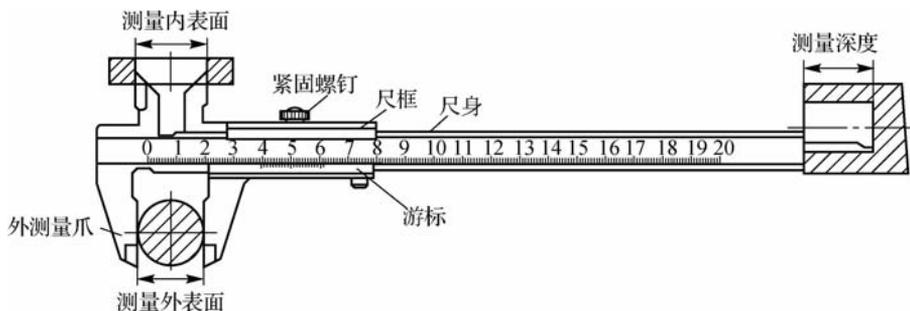
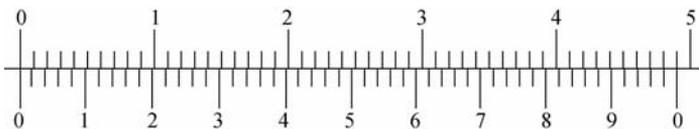

图 5-46 游标卡尺的结构
图 5-47 游标卡尺刻度原理
(1)刻度原理。游标卡尺是由尺身、游标、尺框组成的,如图 5-46 所示。尺身每小格为 1 mm,每大格为 10 mm。只是游标与尺身刻线宽度相对应的关系不同。下面以 0.02 mm 游标卡尺为例来说明其刻度原理。游标卡尺的尺身每格刻线宽度为 1 mm,使尺身上 49 格刻线的宽度与游标上 50 格刻线的宽度相等,则游标的每格刻线宽度为  $49/50=0.98$  mm,尺身和游标的刻线间距之差为  $1.00-0.98=0.02$  mm,这个差值就是 0.02 mm 游标卡尺的分度值,刻度原理如图 5-47 所示。